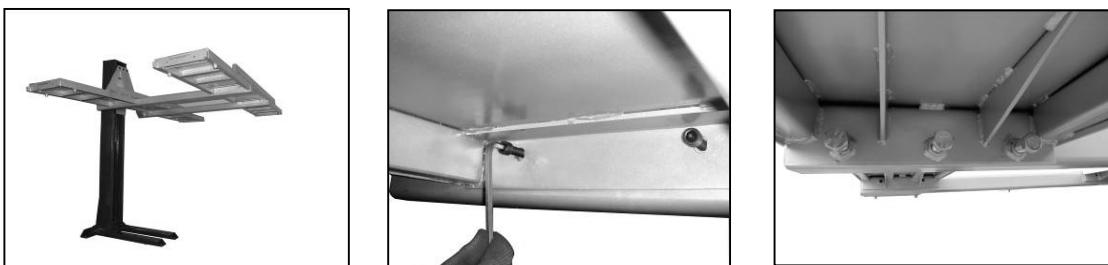

Figure : 10-A, B, C Fixation de la piste
- 11)** Montez les pistes sur les bras de l'élévateur. Si elles sont difficiles à déplacer, vous pouvez utiliser une chaîne et un tendeur pour vous aider. Positionnez les plates-formes en fonction des trous de fixation sur les bras. Vissez ensuite les traces sur les bras de levage et les écrous de réglage. (Fig. 10-A, B, C)